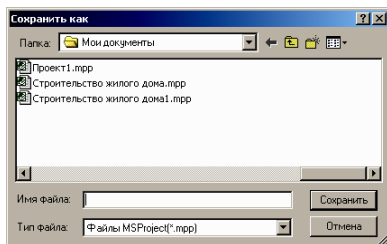

Рис. 6.1. Диалоговое окно «Сохранить как».
2. В открывшемся стандартном окне «*Сохранить как*» (рис. 6.1) задайте наименование и расширение *.mpp для сохраняемого файла.